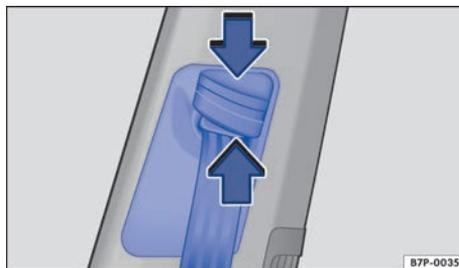

Fig. 46 Junto a los asientos delanteros: regulador de la altura del cinturón. ▶
- Comprima el dispositivo de reenvío en el sentido de las flechas y manténgalo en esta posición → fig. 46.